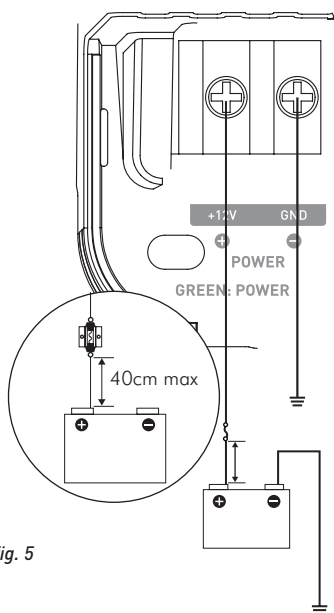

fig. 5
- 9 - Toujours protéger la batterie et le circuit électrique de dommages potentiels à l'aide de fusibles. Installer un porte-fusible et un fusible appropriés sur le câble d'alimentation 12 V positif (+) à moins de 40 cm de la borne de la batterie. Idéalement, cette distance doit être la plus courte possible (fig.5).
Préparer le câble d'alimentation positif (+) pour le relier à l'amplificateur en utilisant une fourche appropriée puis bloquer le câble en vissant fermement. (fig. 5)